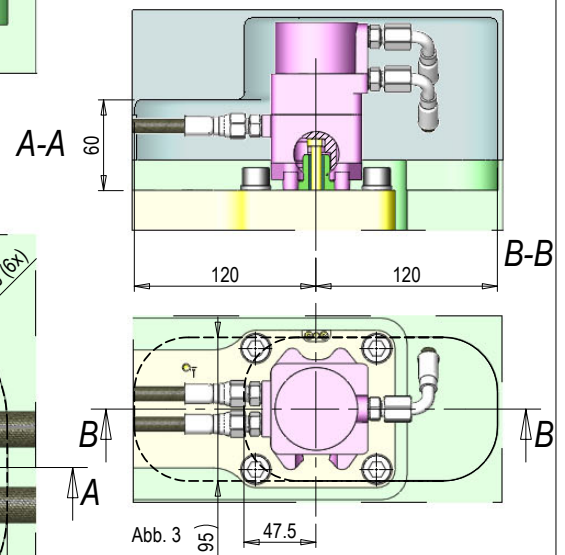

Abb. 3
- 2) Nicht belegte Positionen im Gehäuse sind abzudecken (Bild 3)